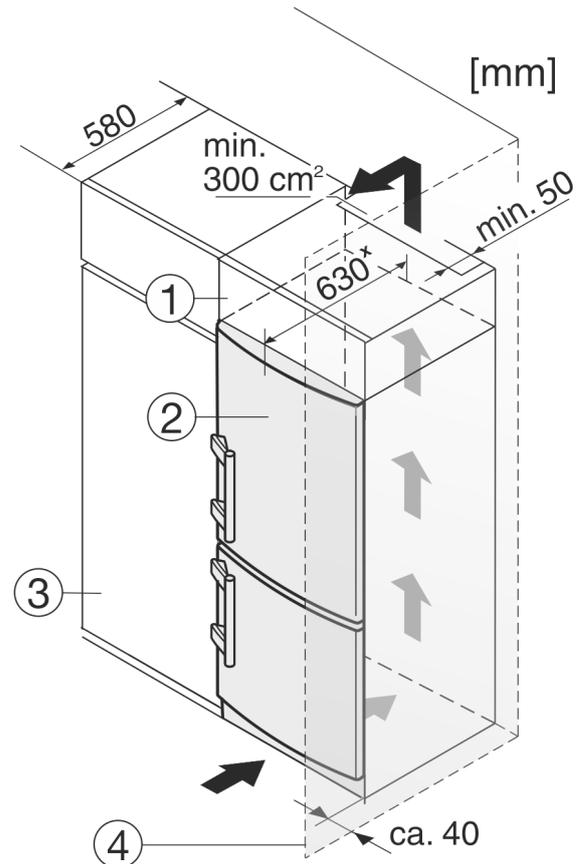

Fig. 9
El aparato se puede rodear de armarios de cocina. Para adaptar el aparato Fig. 9 (2) a la altura de la cocina, se puede instalar un armario Fig. 9 (1) correspondiente sobre el aparato.
Si la cocina posee armarios (profundidad máx. 580 mm), el electrodoméstico se puede colocar directamente junto al armario de cocina Fig. 9 (3). El electrodoméstico sobresale 34 mm x por los lados y 50 mm x por el centro respecto al frente del armario de cocina.
Si el electrodoméstico se instala con las bisagras junto a una pared Fig. 9 (4), la distancia entre el electrodoméstico y la pared debe ser como mínimo de 40 mm. Esto equivale al saliente del tirador con la puerta abierta.